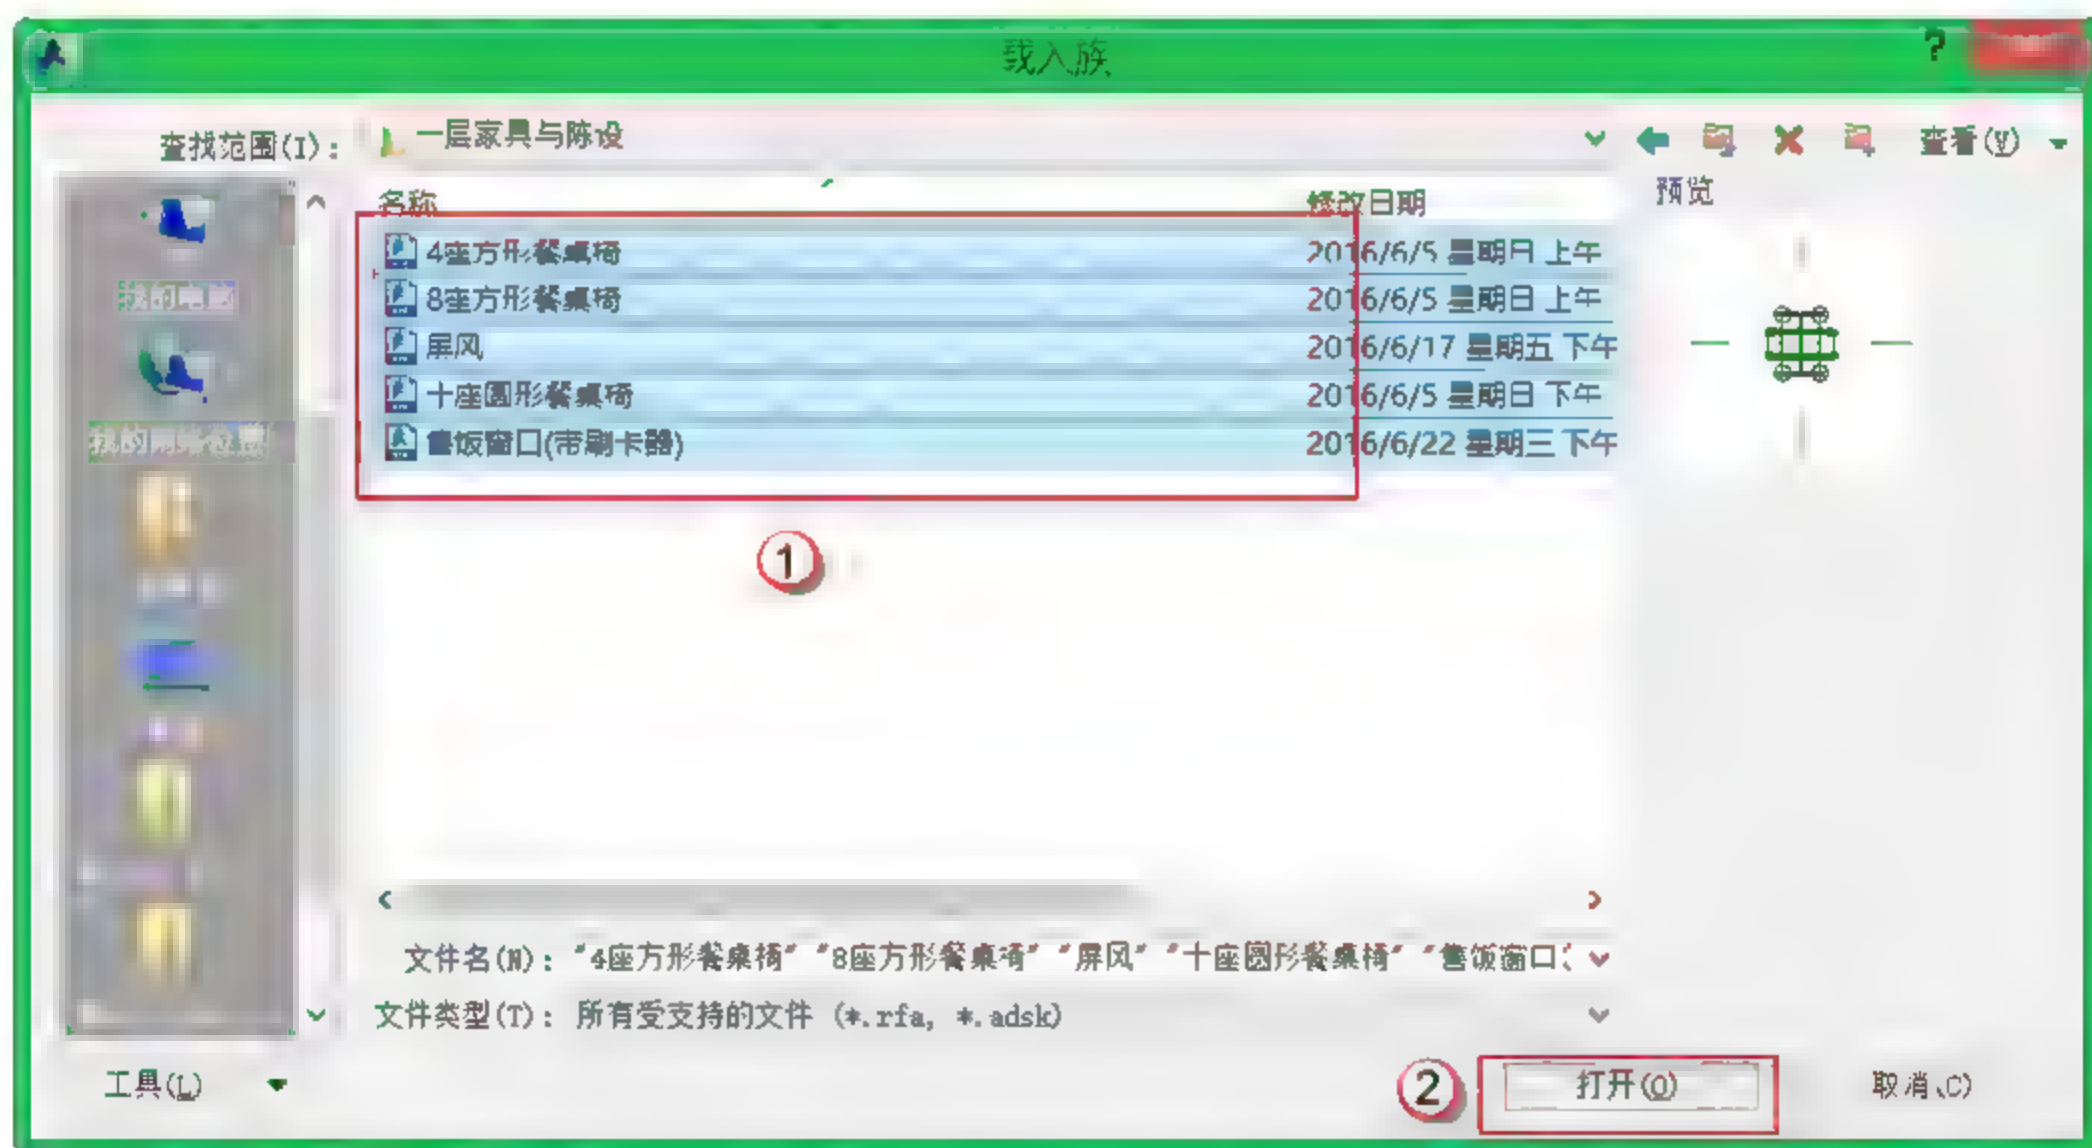

图 10.4.48 载入一层所有的家具与陈设族
(1) 载入一层所有的家具与陈设族。选择“插入”→“载入族”命令, 在弹出的对话框中找到对应的“家具与陈设”文件位置, 按快捷键 Ctrl+A, 选中所有的家具与陈设, 单击“打开”按钮, 如图 10.4.48 所示。